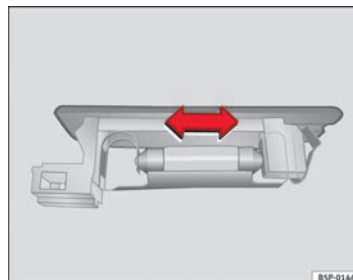

Fig. 199 Éclairage du coffre à bagages
- Appuyez sur l'ampoule latéralement et retirez-la de son logement ⇒ fig. 199.